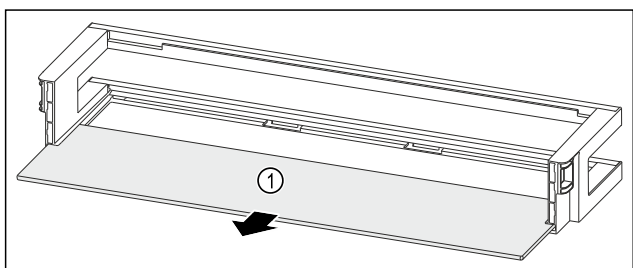

Fig. 50 Ajtópolc tárolólappal
- ▶ Vegye ki a tárolólapot Fig. 50 (1).